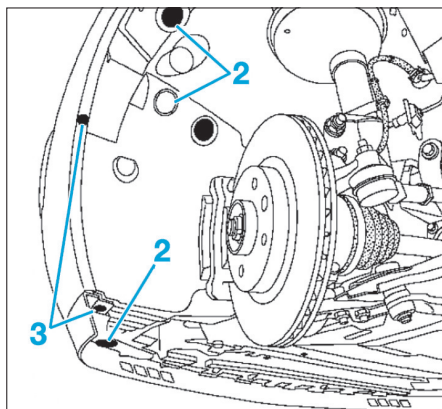

Fig. 2
- les agrafes (4) de fixation de la partie avant des écrans pare-boue et les dégager (Fig.2),